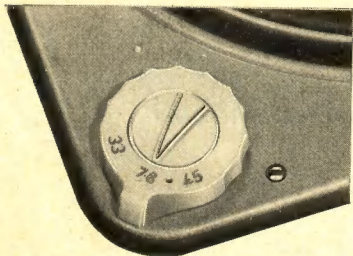

Abb. 7
2. Einstellen der Drehzahl (Abb. 7).